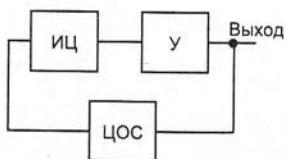

Рис. 2.27
Три первых типа генераторов строятся по обобщенной схеме, показанной на рис. 2.27. Основой генератора является частотно-избирательная цепь ИЦ и усилитель U , охваченные обратной связью через цепь ЦОС. В качестве ИЦ могут использоваться RC -цепи, колебательные LC -контуры, кварцевые и пьезоэлектрические резонаторы и т. д. Колебания в системе рис. 2.27 возникают при двух одновременно выполняемых условиях:
- баланса фаз — на частоте колебаний общий фазовый сдвиг должен быть равен 0 или кратен 2π (это означает, что обратная связь в системе рис. 2.27 должна быть положительной на частоте генерации);
Кварцевые генераторы это устройства с кварцевыми резонаторами. Они могут работать на частотах параллельного или последовательного резонансов, либо на частотах, кратных им. Обобщенная схема такого генератора соответствует рис. 2.27, где в качестве избирательной цепи ИЦ используется кварцевый резонатор или фильтр.